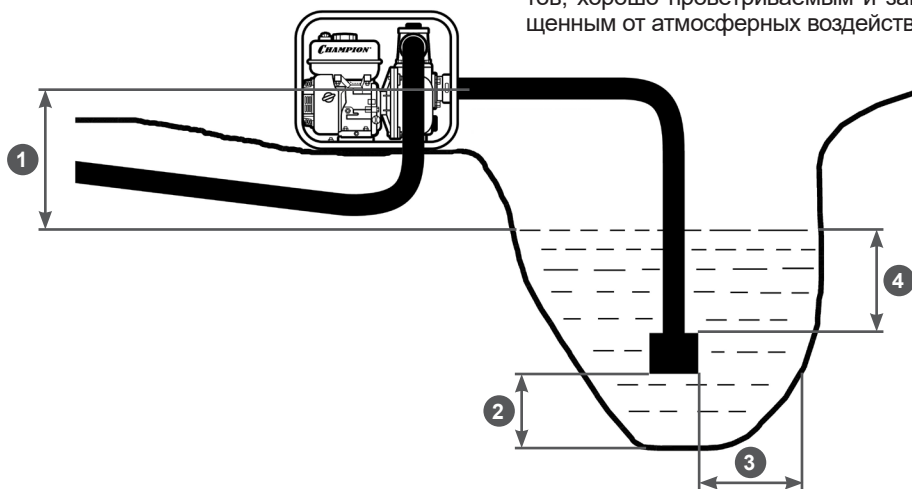

Рис. 16 Расположение мотопомпы и всасывающего фильтра
1. Установите мотопомпу вблизи водоема (емкости) на твердую ровную горизонтальную поверхность, опустите всасывающий рукав с установленным фильтром в водоем (емкость), обеспечив вертикальное положение фильтра. При расположении всасывающего рукава с установленным фильтром соблюдайте все требования, указанные на Рис. 16.
2. Установите мотопомпу как можно ближе к источнику воды. Чем меньше высота расположения мотопомпы по отношению к уровню забора воды (Рис. 16 п. 1), тем быстрее происходит всасывание воды и выше производительность насоса. Место установки должно быть очищено от посторонних предметов, хорошо проветриваемым и защищенным от атмосферных воздействий.
Не превышайте высоту расположения мотопомпы по отношению к уровню забора воды (Рис. 16 п. 1).
4. В процессе откачивания воды из водоема (емкости) уровень воды в водоеме будет естественным образом понижаться. Если требуемые расстояния (Рис. 16 п. 2, 3, 4) между всасывающим фильтром и стенками и дном водоема не соблюдаются, откачивание воды следует прекратить.